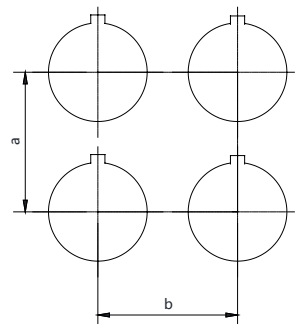

图 5 LA42(V)S 系列按钮安装中心距尺寸
- 按钮外形尺寸及按钮安装的中心距离尺寸见 图 4、图 5，相关参数见 表 3。